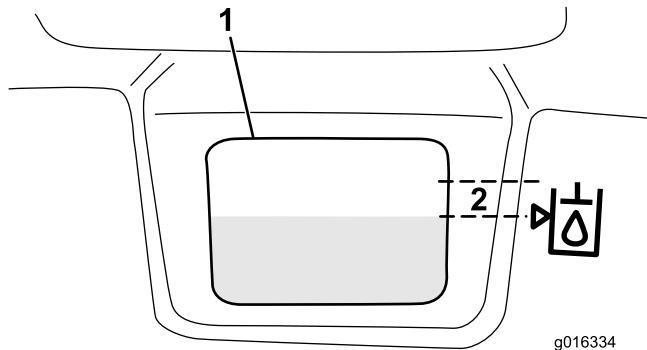

Figura 30
3. Riempite lentamente il serbatoio con il fluido idraulico idoneo sino a raggiungere, con una tolleranza di 6 mm, il livello indicato dalla freccia nel simbolo che si trova accanto alla finestra bianca nella parte anteriore del serbatoio (Figura 30). Non riempite troppo.